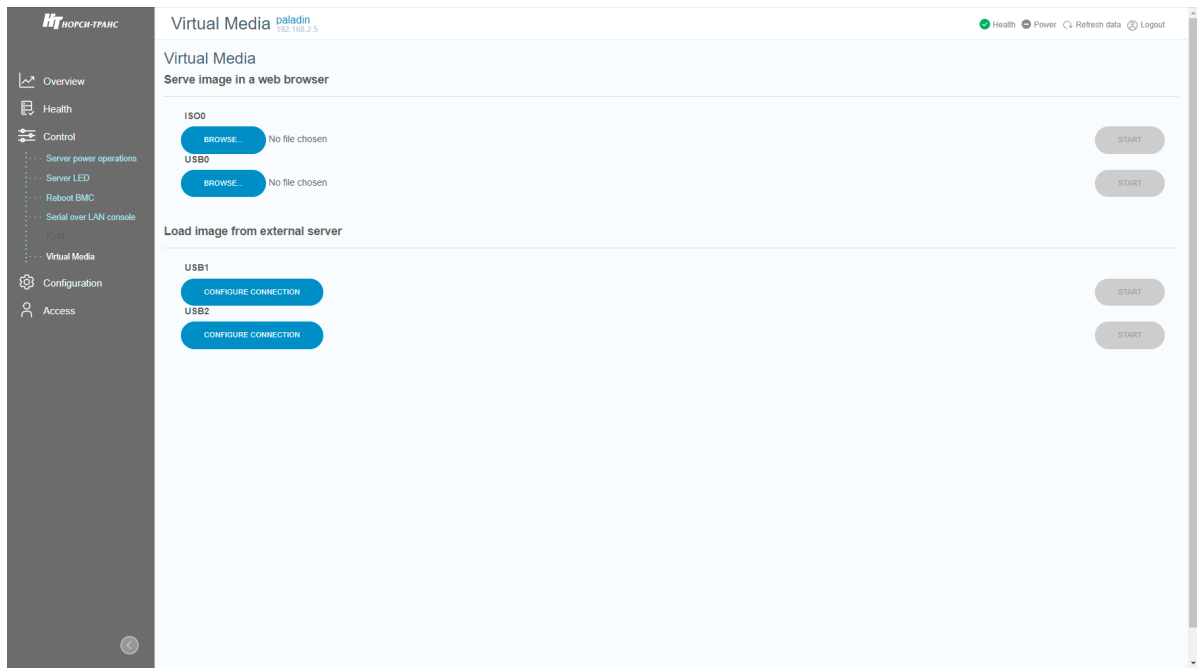

Рис. 82. Окно «Virtual Media»
- 7) Пройдите во вкладку «Control» → «Virtual Media» в данной вкладке осуществляется виртуальное подключение периферийных устройств. Окно показано на рис. 82 Окно «Virtual Media».